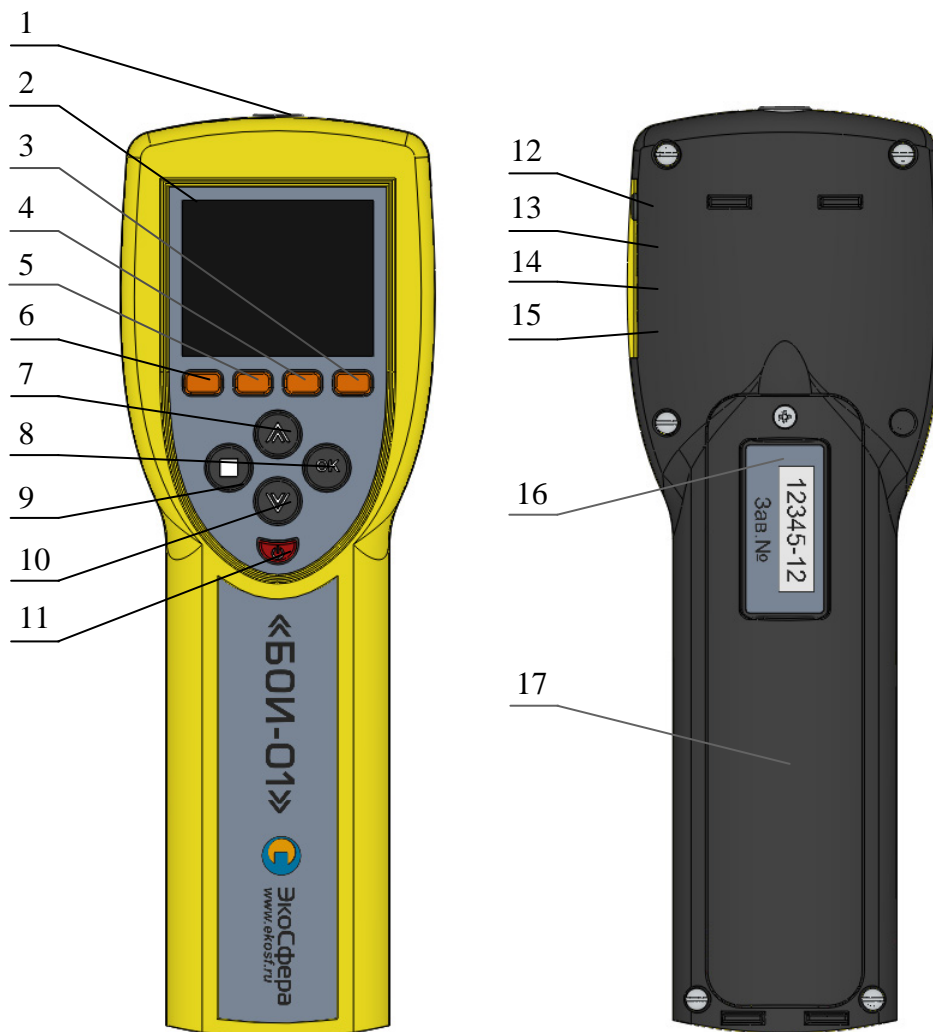

Рис. 1 – Внешний вид блока отображения информации БОИ-01
1.1. Включение блока отображения информации БОИ-01 станции метеорологической автоматизированной «ЭкоТерма-01» производится нажатием кнопки 11 (рис.1). При включении прибора с работоспособными элементами питания происходит автоматическое самотестирование прибора и проверка элементов питания. Отрицательный результат самотестирования при включении прибора сопровождается сообщением об ошибке со звуковой сигнализацией и автоматическим выключением прибора.
2.1. Выбор режимов работы осуществляется нажатием одной из кнопок 3, 4, 5, 6 (рис.1) БОИ-01 и подтверждается увеличением яркости соответствующего индикатора внизу на дисплее над нажатой кнопкой.
Выбор другого режима работы осуществляется нажатием соответствующей кнопки (3, 4, 5, 6), либо выключением прибора нажатием кнопки 11 (рис.1).
осуществляется нажатием кнопки  (кнопка 6, рис.1). Если измерительная головка подключена к БОИ-01, на дисплее высвечиваются численные значения температуры (T:) в °С и относительной влажности (RH:) в % относительной влажности воздуха (Рис.6).
2.4.2. Режим «Пауза» в режиме измерения температуры и влажности осуществляется нажатием кнопки «□» (кнопка 9, рис.1). При этом происходит остановка текущих измерений (Рис.6.) и на дисплее удерживается последнее измеренное значение температуры. Значение влажности воздуха пропадает. Выход из режима «Пауза» и возобновление текущих измерений осуществляется повторным нажатием кнопки «□».
2.4.3. Запись измеренных значений в память блока отображения информации, находящегося в режиме «Пауза» (после первого нажатия кнопки «□») осуществляется выбором пункта меню «Сохранить тчк.:№» (рис.6) и подтверждается нажатием кнопки «ОК» (позиция 8, рис.1). При этом в память под указанным номером точки в текущей сессии измерений заносятся удерживаемые на дисплее значения температуры (T:), последнего измеренного значения влажности (RH:) и календарное время замера данных параметров. Блок отображения информации после записи переходит в режим текущего измерения температуры и влажности.